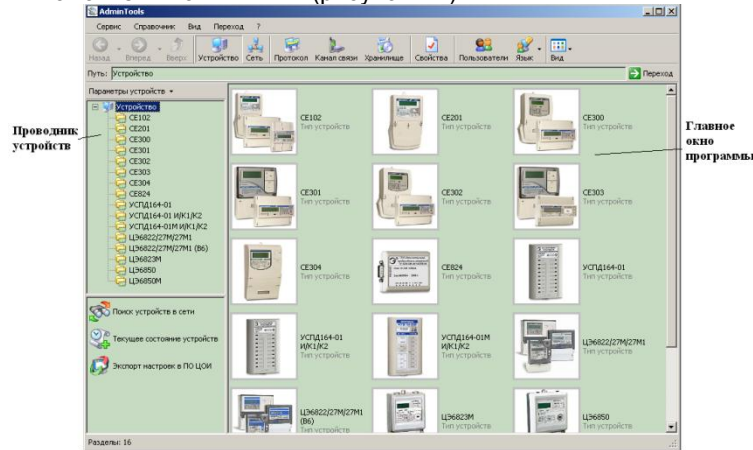

Рисунок 4.1 – Вид окна программы для выбора типа счётчика
4.1 Нажмите кнопку «Устройства» на панели инструментов. Выберите тип устройства «CE201» в проводнике устройств, находящемся в левом верхнем углу одним нажатием левой кнопки мыши или в главном окне программы двойным нажатием кнопки мыши (рисунок 4.1).